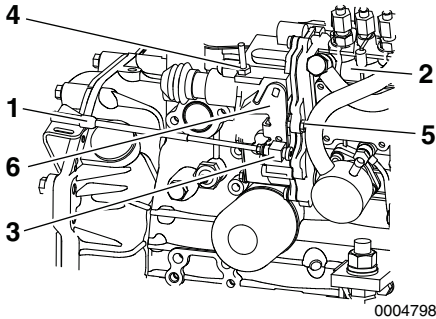

Figure 4
Ne réglez jamais le boulon d'arrêt haute vitesse (**Figure 4, (4)**) sur le gouverneur. Cela annulerait la garantie du moteur.